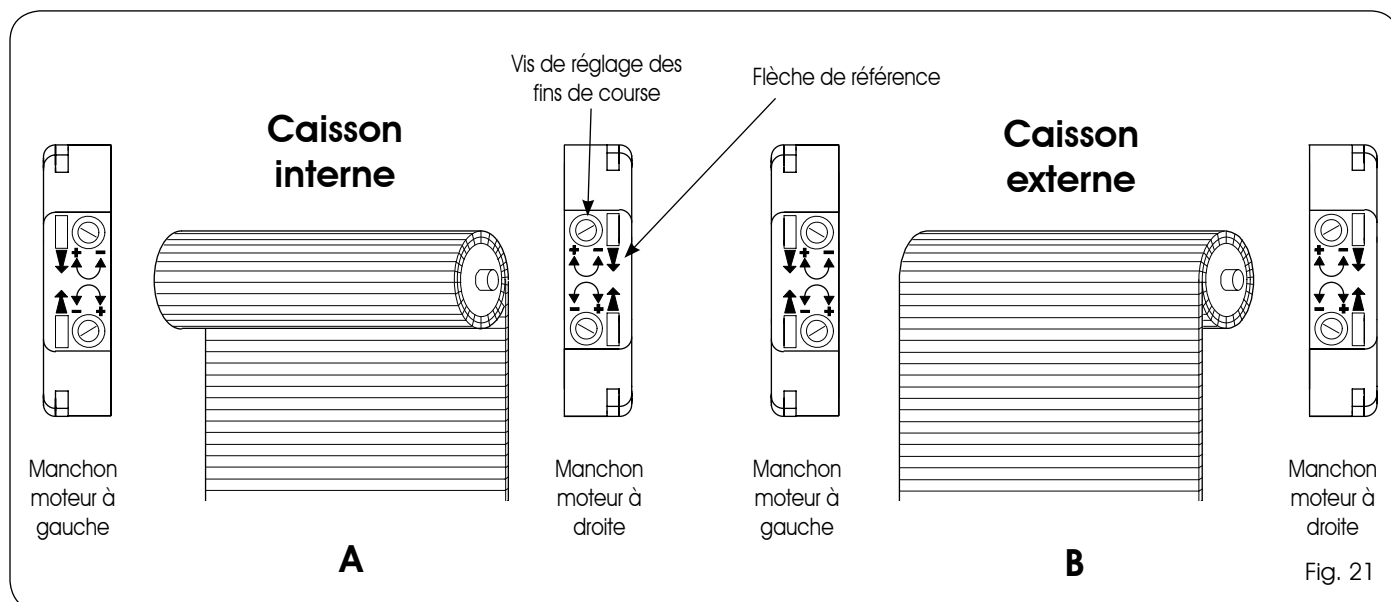

Fig. 21
10.2 CONFIGURATION AVEC CAISSON INTERNE (Fig.21 réf.A)
10.3 CONFIGURATION AVEC CAISSON EXTERNE (Fig.21 réf.B)